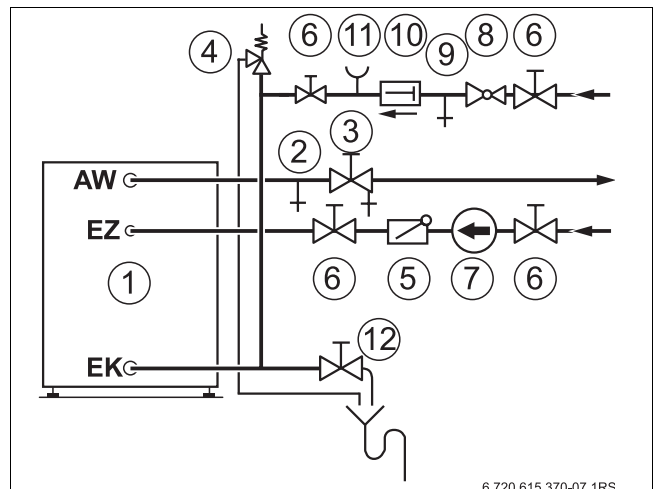

Fig. 7 Instalación (esquema de principio)
- ▶ Cierre la válvula de corte de la entrada de agua fría EK (→ fig. 7, [6]).
- ▶ Vacíe del todo el acumulador de agua caliente a través de la válvula de vaciado (→ fig. 7, [12]), incluida la parte inferior del acumulador.